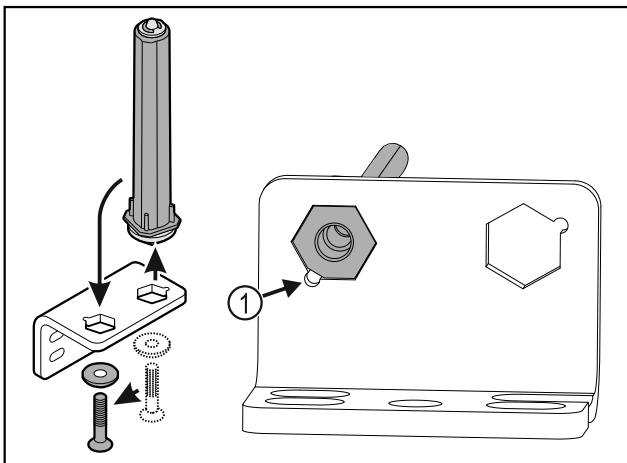

Fig. 34
- ▶ Звертати увагу на те, щоб при вставці нахил пальця Fig. 34 (1) показував на круглий отвір.